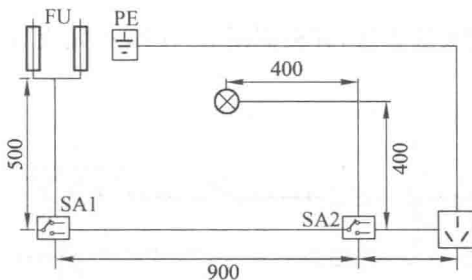

图 2-2 综合照明线路布置图
- (1) 确定施工方案:照明线路应根据不同的场合、容量来选择合适的配线方式。
- (2) 准备施工:根据确定的施工方案及布置图准备施工材料及工具。
- (3) 定位:根据布置图(图 2-2),确定电源、开关、灯座的位置,并做好记号,根据确定的位置和线路的走向划线,并根据电路图确定每一线条上导线的根数。